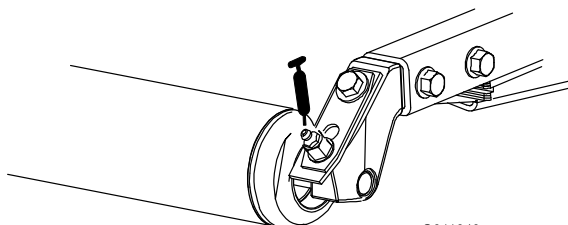

図 44
- ・ 後ローラのベアリング（各カuttingユニットに2ヶ所）（図 44）